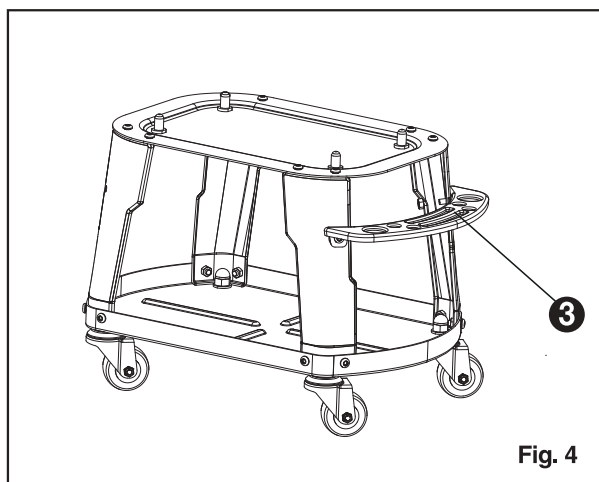

Fig. 4
Placez le porte-outils ③ sur le côté du support comme indiqué sur la figure 4, et serrez la vis à tête hexagonale ④, le contre-écrou M6 ⑤ aux deux extrémités, en passant par les trous.